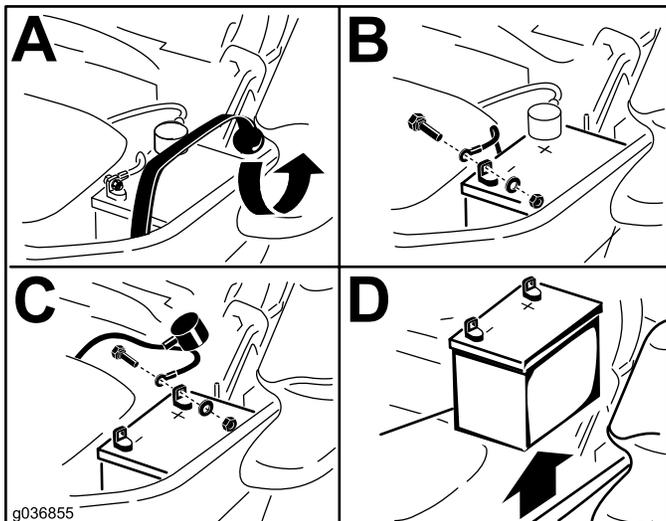

Bild 50
3. Nehmen Sie die Batterie heraus, wie in Bild 50 abgebildet.
1. Legen Sie die Batterie so in das Fach, dass die Anschlussklemmen auf der anderen Seite des Hydraulikbehälters sind (**Bild 50**).
4. Befestigen Sie die Kabel mit zwei Schrauben, 2 Scheiben und 2 Sicherungsmuttern (**Bild 50**).
6. Befestigen Sie die Batterie mit dem Gummiriemen (**Bild 50**).